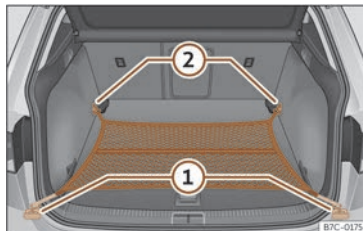

Fig. 169 Dans le coffre à bagages : filet accroché au niveau du plancher.
- Fixez les crochets du filet aux œillets d'amarrage >>> fig. 169 ① et ② >>> ⚠. La fermeture à glissière du sac doit rester vers le haut.